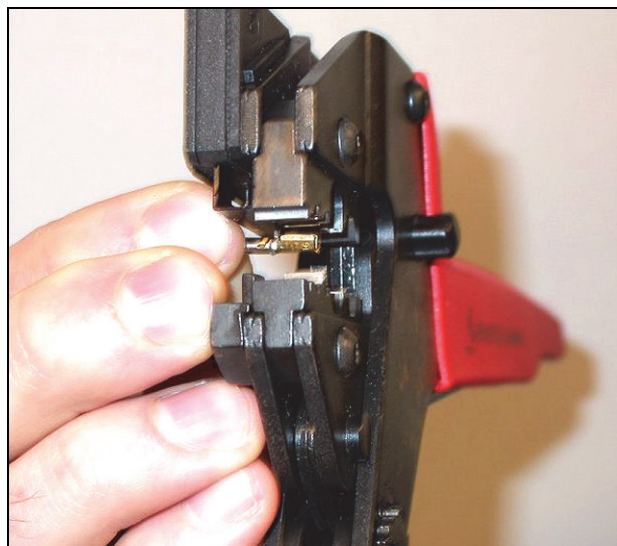
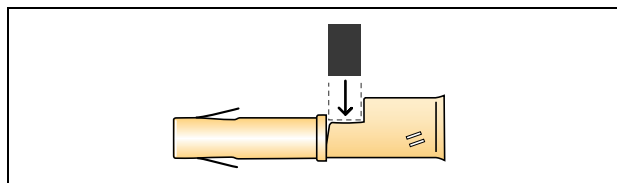

abbildung 30.12: Quetschen eines Buchsenkontakts (1)
abbildung 30.13: Buchsenkontakt platzieren
- 10 Einen Buchsenkontakt in die Crimp-Zange setzen (Werkzeug 3, siehe abbildung 30.12). An der Oberseite der Crimp-Zange ist eine Einkerbung zum Platzieren des Buchsenkontakts (siehe abbildung 30.13).